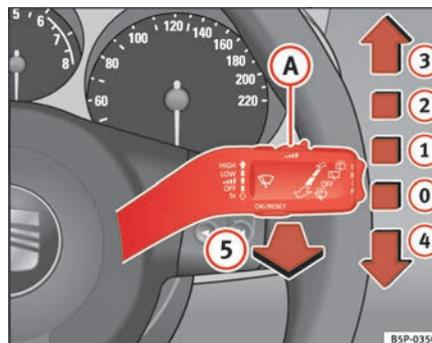

Fig. 82 Leva del tergi-lavacrystalli
Posizioni della leva dei tergicristalli ⇒ fig. 82.
- Se, quando è attivo il livello di tergiture (2) ⇒ pag. 124, fig. 82 oppure il livello (3), ci si ferma, la velocità di movimento dei tergicristalli passa automaticamente al livello immediatamente inferiore. Non appena si riparte, i tergicristalli tornano a funzionare secondo la posizione selezionata originariamente.